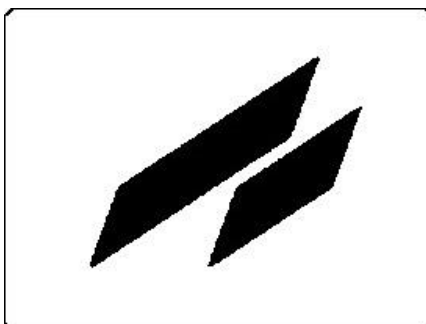

Рис.6. Заставка при включении расходомера.
- 4.1.1. Для включения расходомера необходимо нажать и несколько секунд удерживать кнопку . После включения расходомера на дисплее индицируется заставка (рис. 6), после чего на дисплей выводится измеряемый параметр большим шрифтом, область основного меню, область статусов и сигналов (рис. 4).